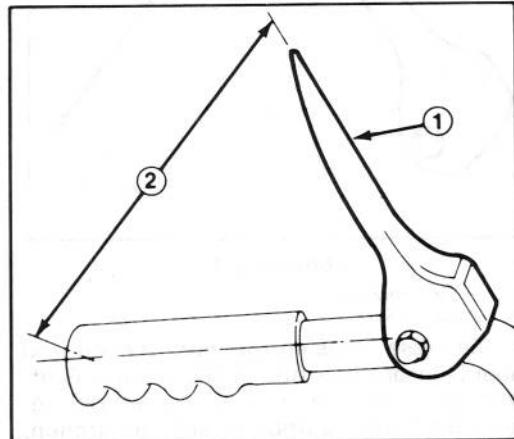

Abbildung 6
3. Den Abstand zwischen der Mitte des Griffholms und der Spitze des Hebeln ausmessen (Abb. 6). Der Abstand sollte ca. 13 cm betragen.